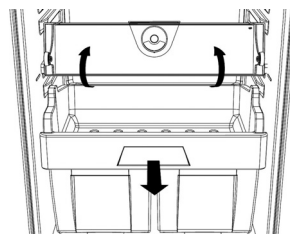

Рис. 1
1. Выньте ящик из отсека отделения (Рис. 1).